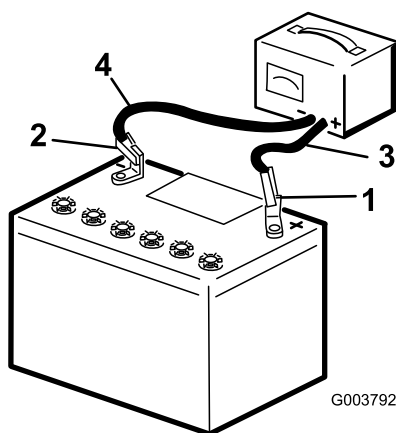

Figura 82
3. Conectați cablul pozitiv al încărcătorului de baterie la borna pozitivă a bateriei (Figura 82).
4. Conectați cablul negativ al încărcătorului de baterie la borna negativă a bateriei (Figura 82).
6. Când bateria este complet încărcată, deconectați încărcătorul de la sursa electrică, apoi deconectați cablurile încărcătorului de la bornele bateriei (Figura 82).